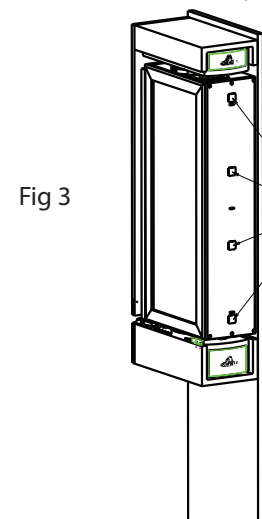

Fig 3
**Step 1:** Use the double-sided tape provided to ensure proper alignment of the front door/ panel. (See figure 3)
**Etape 1:** Utiliser la bande adhésive à double côté qui est fournie pour assurer l'alignement approprié de la porte/panneau frontal. (Voir Figure 3)